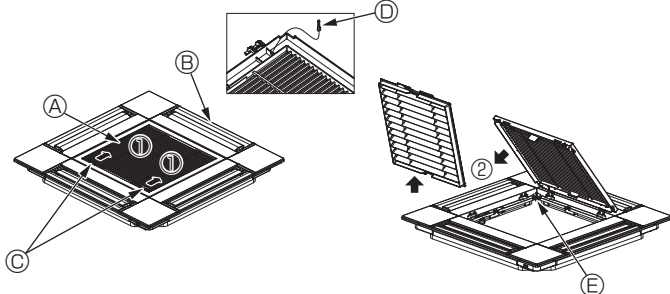

Fig. 10-3
10.2.1. Снятие решетки впуска воздуха (Fig. 10-3)
- Переместите рычаги на решетке на впуске воздуха по направлению, обозначенному стрелкой ①. Решетка откроется.
- В открытом положении решетки впуска воздуха снимите петлю, как показано стрелкой ②.